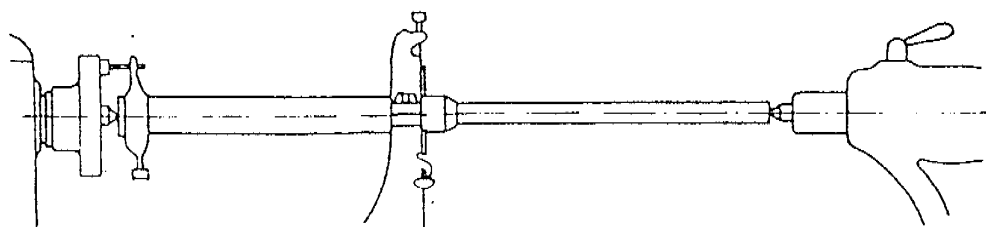

Figura 5
2. La luneta también puede ser usada como apoyo intermedio en piezas muy largas ( figura 5 ).